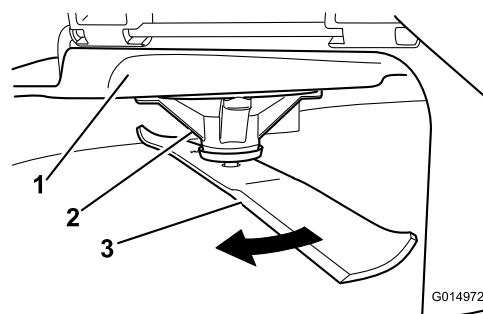

Figure 64
2. Enfilez des gants épais ou utilisez une autre protection adéquate pour les mains, et faites tourner la lame lentement jusqu'à une position permettant de mesurer correctement la distance entre le tranchant et la surface plane sur laquelle se trouve la machine (Figure 64).